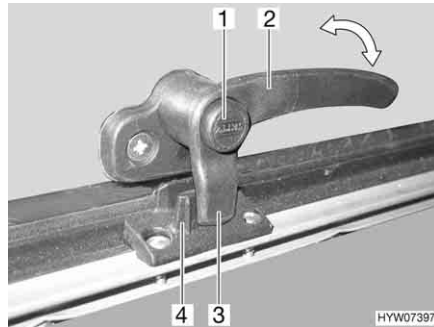
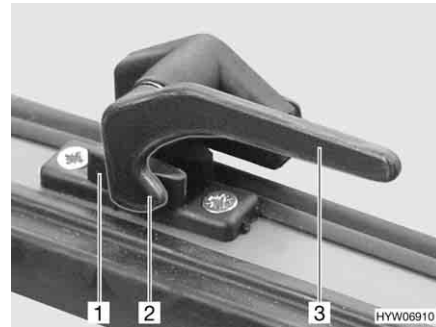

Bild 73 Verriegelungshebel mit Sicherungsknopf in Stellung "geschlossen"
Bild 74 Verriegelungshebel in Stellung "geschlossen"
- Wenn vorhanden, Sicherungsknopf (Bild 73,1) drücken und gedrückt halten.
- Den Verriegelungshebel (Bild 73,2 oder Bild 74,3) eine viertel Umdrehung zur Fenstermitte hin drehen.
- Den Verriegelungshebel (Bild 73,2 oder Bild 74,3) eine viertel Umdrehung zum Fensterrahmen hin drehen. Die Verriegelungsnase (Bild 73,3 oder Bild 74,2) am Verriegelungshebel liegt komplett auf der Innenseite der Fensterverriegelung (Bild 73,4 oder Bild 74,1).
- in Stellung "fest verschlossen" (Bild 73 und Bild 74)